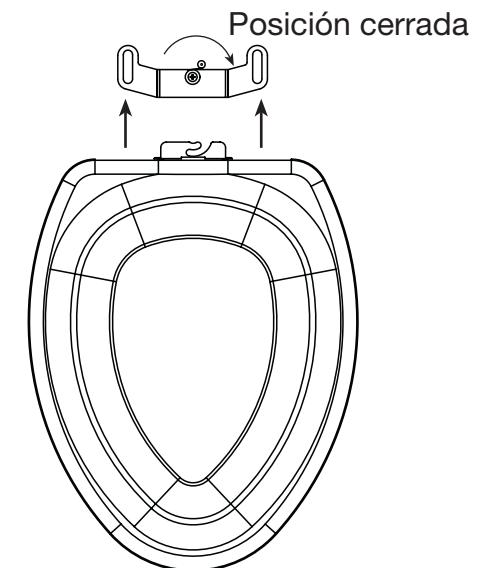

Figura 3
7. Deslice el asiento elevado con soporte receptor del pestillo dentro del soporte con pasador de pestillo asegurable. Mueva el pestillo de leva a la posición asegurada (**vea la Figura 3**).